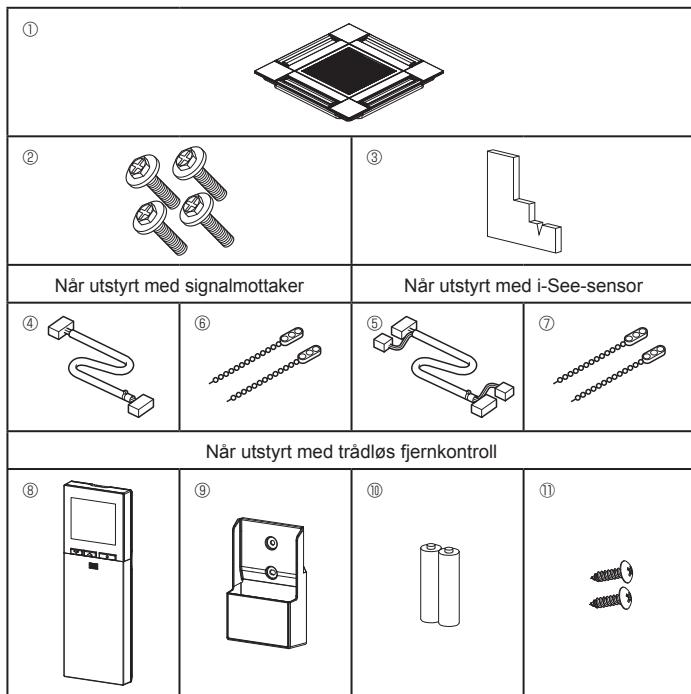

Fig. 5-1
5.1. Sjekk gittertilbehøret (Fig. 5-1)